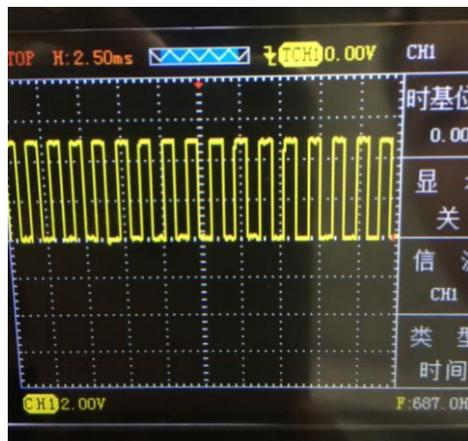

图5 霍尔式车速传感器
④由于示波器“磁电式”、“霍尔式”和“光电式”功能已默认好设置（磁电式和霍尔式：探头档 1X，时基档 5ms，光电式探头档 1X，时基 25ms），只需将探头接到对应的信号即可直观的显示波形，如图 5
⑤按下“CH1”，可以查看各项数值和配置（配置已默认）
⑥显示的波形可以自行通过调节时基、垂直伏/格和触发方式实现自己的需求（时基、垂直伏/格和其他的具体操作方法请参考通用示波器操作）
①同曲轴、凸轮轴位置传感器步骤 1
- ②进入主菜单界面后选择“传感器”，然后进入子菜单按上下键选中“氧传感器”，进入二级子菜单按上下键选择“锆型”或“钛型”，按“OK”键确认后进入示波器操作界面
- ③将探头接到示波器 CH1 且探头调置 1X 档，